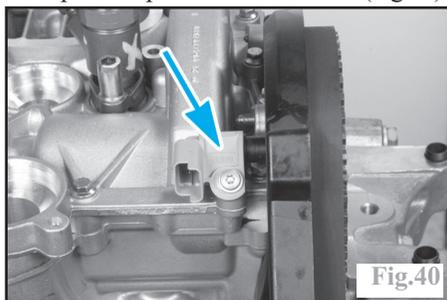

Fig.40
-le capteur de position arbre à came (Fig.40).